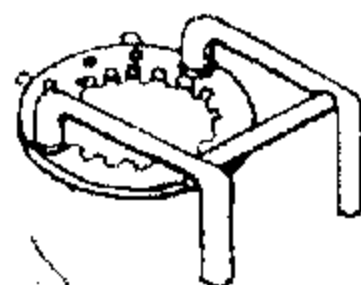

Рис. 4.3. При-
- ✓ приспособление (рис. 4.3) в барабан сцепления устанавливают таким образом, чтобы наружные выступы сектора вошли в вырезы наружного барабана, а внутренние зубья шлицев - во внутренний барабан сцепления (при этом стопорные стержни приспособления должны быть направлены во внутреннюю часть картера и заклиниваться при незначительном повороте внутреннего барабана);